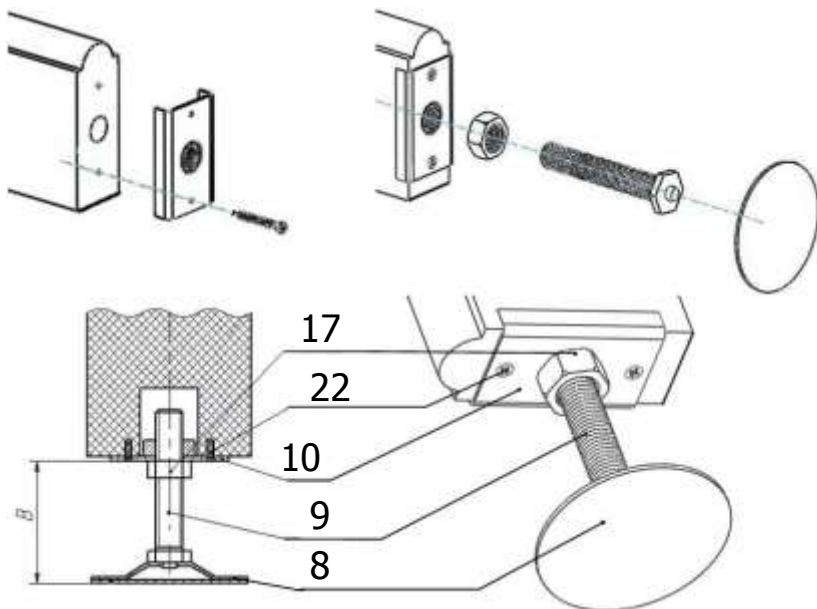

рисунок 4
6.18. Проверить размер В (рисунок 4). **ВНИМАНИЕ! Не допускается эксплуатация комплекса, если размер В более 70 мм**